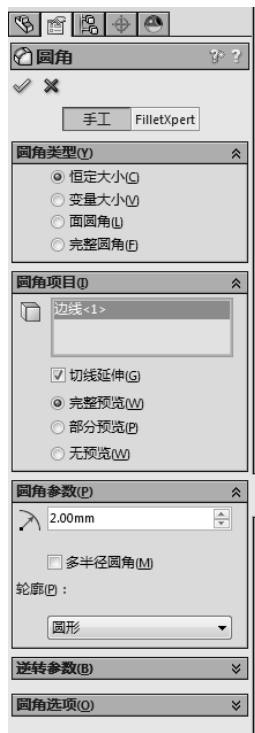

图 4-68 设置圆角属性
- [3] 设置圆角属性，在“圆角类型”中选择“恒定大小”，在“圆角项目”中边线、面、特征和环中选择“边线<1>”，选择“切线延伸”和“完整预览”，在“圆角参数”中半径输入“2.00mm”，如图 4-68 所示。